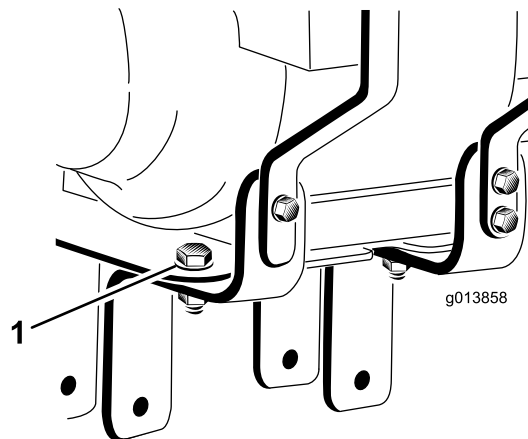

Bild 3
16. Lösen Sie die zwei Schrauben und Muttern (nicht entfernen), mit denen die Befestigungshalterungen des Motors an der Motorbefestigungsplatte befestigt sind (Bild 3).